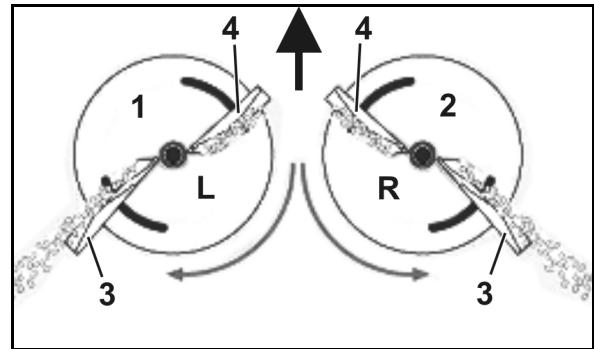

图 19
- 左侧撒肥盘（图 19/1）标为 L。
- 右侧撒肥盘（图 19/2）标为 R。
- 长（图 19/3）- 标尺值从 35 至 55。
- 短（图 19/4）- 标尺值从 5 至 28。